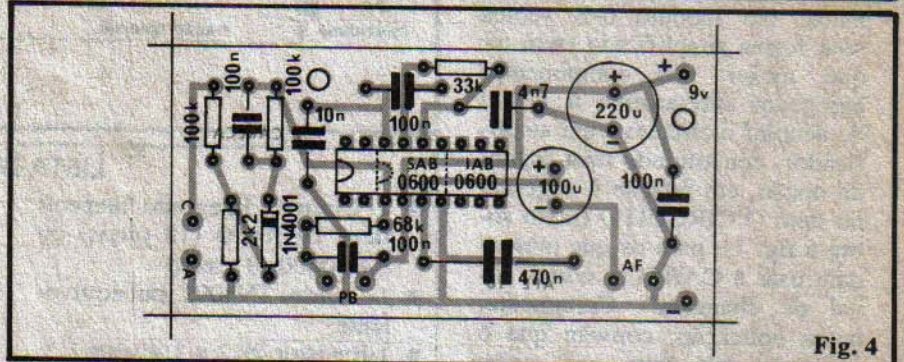

Fig. 4
- **FIG. 4 - A MONTAGEM** - A plaquinha é vista, na figura, pelo seu lado não cobreado, já com todas as peças em suas posições definitivas (a plaquinha que acompanha o KIT vem com a fig. 4 demarcada em *silk-screen*, facilitando enormemente as coisas...). lembramos os cuidados básicos com os componentes polarizados: observar a polaridade dos capacitores eletrolíticos (nitidamente indicadas na figura), notar a posição da faixinha contrastante numa das extremidades do diodo 1N4001 e, finalmente, posicionar corretamente o Integrado (extremidade com a marquilha voltada para o capacitor de 10n). Se este for o IAB0600 basta "enfiá-lo" lá, pois a quantidade de furos "bate" com o número de "pernas"... Já se o Integrado for o SAB0600 observar que deverão "sobrar" 4 furos à esquerda e 6 à direita, correspondentes, do outro lado da placa, a "ilhas mortas", sem conexão... As ilhas livres, junto às bordas da placa, destinam-se às conexões externas, vistas com detalhes na próxima figura.